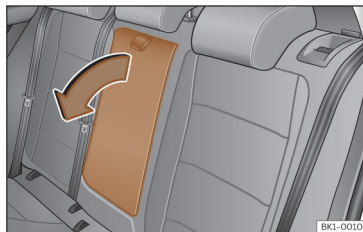

Fig. 101 Accoudoir central arrière rabattable (représentation schématique).
- Pour *abaisser* l'accoudoir, tirez sur la boucle dans le sens de la flèche >>> **fig. 101**.